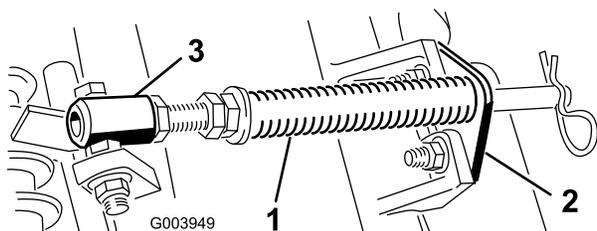

図 4
- A. カッティングユニットのタブにロッドブラケットを固定しているキャリッジボルト2本を外す 図 4。
- B. スプリングチューブのボルトをキャリアフレームのタブに固定しているフランジナット 図 4 を外す。アセンブリを取り外す。